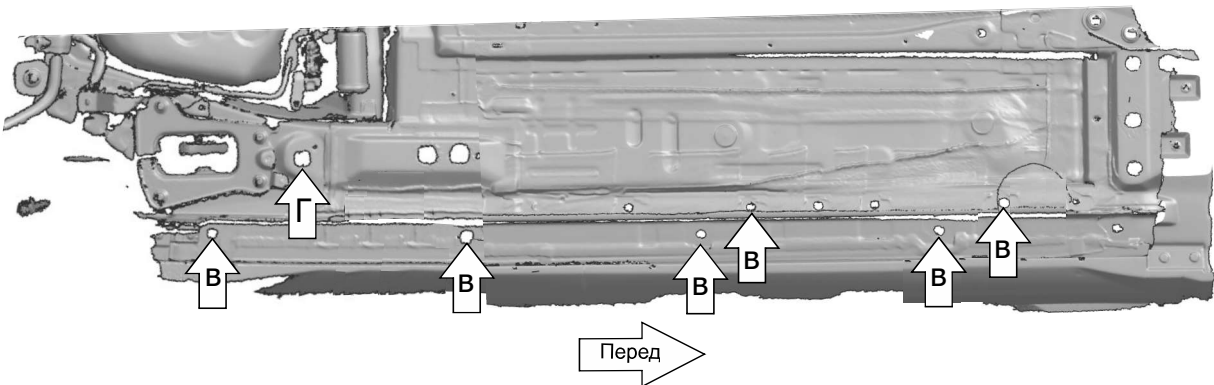

Рис. 3
2. Установить гайки закладные М8 с усиками в отверстия В и гайку закладную М10 в отверстие Г (Рис. 3).